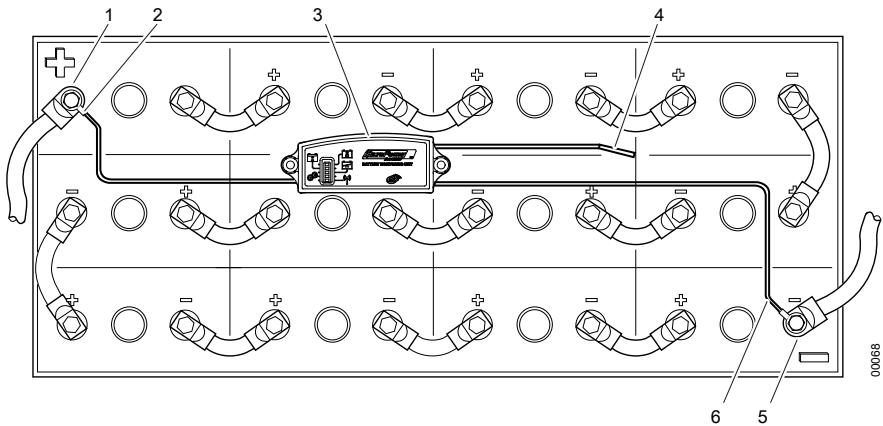

Fig. 1 Access™ BMU installed on the battery
- Access™ BMU'nun kurulumu (Fig. 1):
- Batarya izleme biriminin siyah kablosunu (Fig. 1 poz 6) bataryanın eksi ucuna bağlayın (Fig. 1 poz 5).
- 4 Batarya izleme biriminin kırmızı kablosunu (Fig. 1 poz 2) bataryanın artı ucuna bağlayın (Fig. 1 poz 1).
2. Mıknatıslı anahtar üzerine mıknatısı tutun ve kırmızı kabloyu (Fig. 1 poz 2) bataryanın arka kutubundan bağlantısını keserek ve tekrar bağlayarak batarya izleme birimini yeniden başlatın.